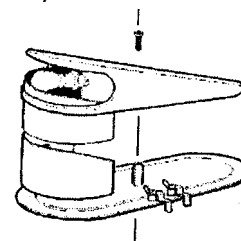

рис. 19
- 3-Замена лампочки верхней подсвечиваемой крышки: снимите крепежный винт, расположенный в верхней части крышки, снимите ее нижнюю часть и замените лампочку (24-28В 21Вт). Соберите верхнюю крышку и установите крепежный винт (см. рис. 19).